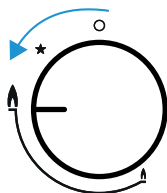

Fig. 1
2. Pressione e gire o botão em sentido anti-horário (esquerda) até o ícone de chama máxima (Fig. 1).